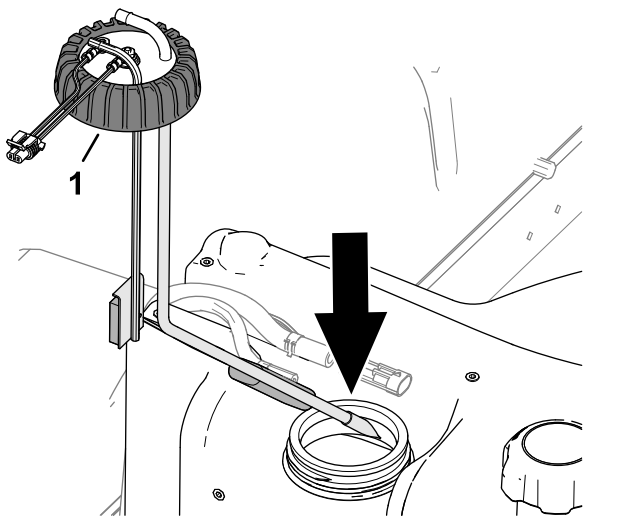

Figure 127
2. Installez avec soin le tube d'aspiration et le flotteur dans le réservoir de carburant (Figure 127).